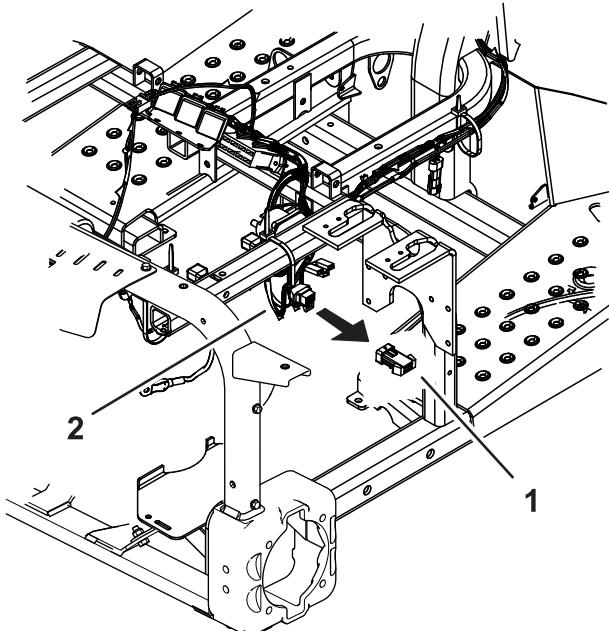

Figura 33
- 5. Staccate il ponticello dal cablaggio principale sotto il pannello di controllo (Figura 33).